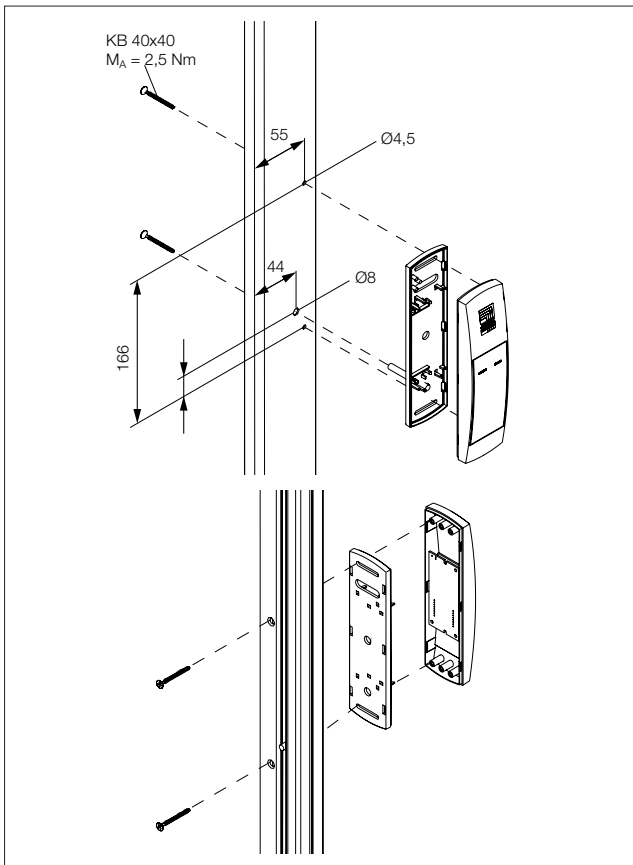

Abb. 3: Montage Sichttür VX
- Sehen Sie die Bohrungen an der gewünschten Stelle am Rahmen der Sichttür VX mit den entsprechenden Maßen vor (Abb. 3).